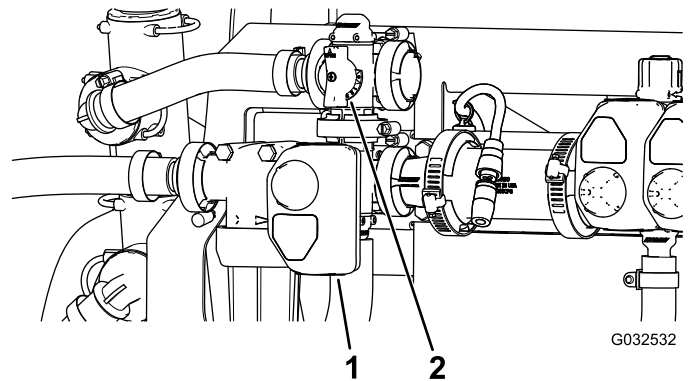

Bild 50
10. Stellen Sie das Rührwerksicherheitsventil (Bild 50) hinten am Rührwerkventil ein, bis der Druck des Sprühsystems 689 kPa (100 psi) ist.